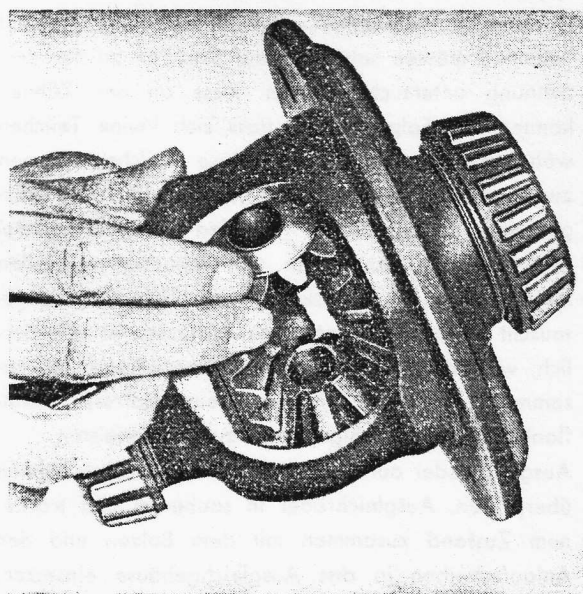

Bild 5-14. Ausgleichkegelräder einbauen
1. Wenn das Ausgleichgetriebe zerlegt war, werden die Achswellenräder (38. Bild 5-55) und die Anlaufscheiben (39) in das Ausgleichgehäuse (43) eingesetzt. Beide Ausgleichkegelräder (41) mit den zugehörigen Anlaufscheiben (42) gleichzeitig in das Ausgleichgehäuse hineinrollen, siehe Bild 5-14.